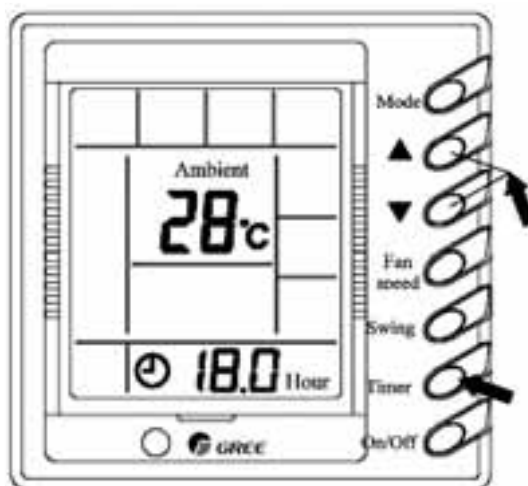

Рис.4
4.1.4 Установка таймера (Рис.4)